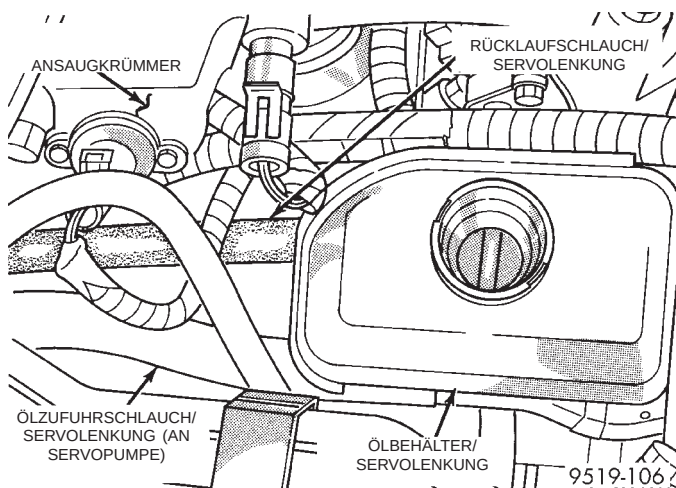
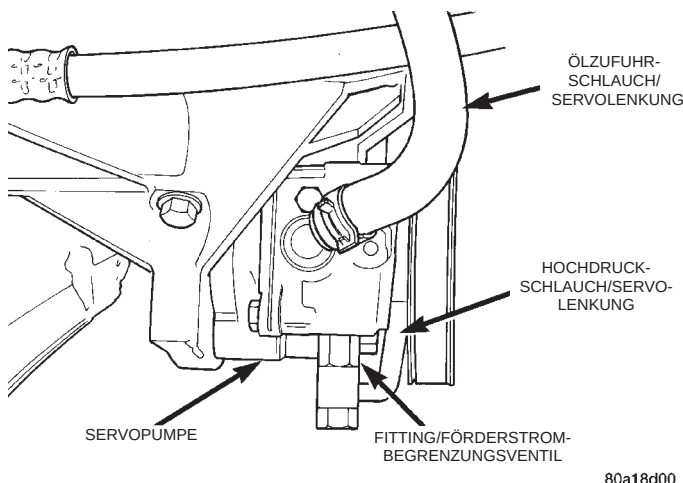

**Abb. 23 Ölzufuhrschlauch am Ölbehälter 2.5L-Motor**
**Abb. 24 Ölzufuhrschlauch an der Servopumpe**
(1) Das Servoöl mit einem Saugheber so gut wie möglich aus dem separat montierten Ölbehälter absaugen.
(2) Die Schlauchklemme abbauen, mit der der Ölzufuhrschlauch am Ölbehälter befestigt ist. Dann den Ölzufuhrschlauch vom Ölbehälter abziehen (Abb. 23).
(3) Fahrzeug anheben.
(4) Die Schlauchklemme lösen, mit der der Ölzufuhrschlauch an der Servopumpe befestigt ist. Dann den Ölzufuhrschlauch vom Anschlußstutzen der Servopumpe abmontieren (Abb. 24).
(1) Ölzufuhrschlauch an der Servopumpe montieren und sicherstellen, daß er korrekt zum Ölbehälter verlegt ist. Die Schlauchklemme an der Servopumpe montieren (Abb. 24). **Sicherstellen, daß die Schlauchklemme hinter der Wulst am Anschlußstutzen sitzt.**
(2) Fahrzeug absenken.
(3) Ölzufuhrschlauch auf den Anschlußstutzen des Ölbehälters aufstecken und die zugehörige Schlauchklemme montieren (Abb. 23). **Sicherstellen, daß die Schlauchklemme hinter der Wulst am Anschlußstutzen sitzt.**
(4) Servoöl in den Ölbehälter füllen, bis der korrekte Füllstand erreicht ist.
(5) Motor anlassen und einige Sekunden laufen lassen. Dann den Motor abstellen.
(6) Ggf. Servoöl nachfüllen. Diesen Vorgang so lange wiederholen, bis der Ölstand nach dem Abstellen des Motors konstant bleibt.
(7) Fahrzeug vorn anheben. Die Vorderräder dürfen den Boden nicht mehr berühren.
(8) Motor anlassen. Das Lenkrad langsam nach links und rechts drehen, bis es gerade den Anschlag berührt. Dann den Motor wieder abstellen.
(9) Ggf. Servoöl nachfüllen.
(10) Fahrzeug absenken. Motor anlassen und das Lenkrad langsam von Anschlag zu Anschlag drehen.
(11) Motor abstellen. Ölstand prüfen und ggf. Servoöl nachfüllen.
(12) Wenn das Servoöl stark schäumt, das Fahrzeug einige Minuten abkühlen lassen und die vorstehenden Schritte wiederholen.